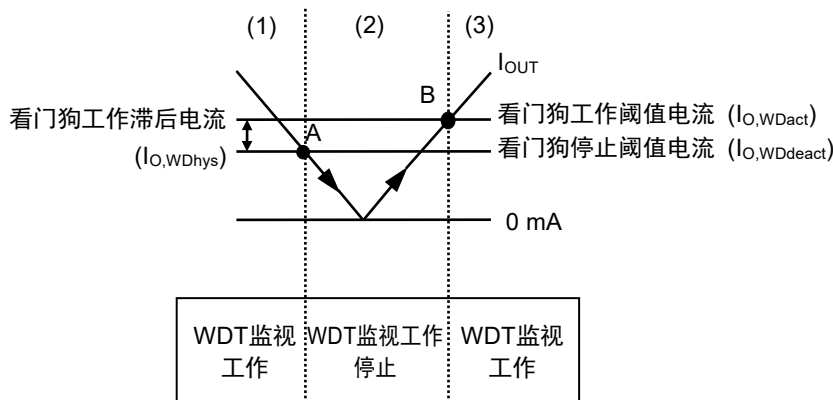

图41 自律看门狗工作功能
- (1) 稳压器的 I_{OUT} 大于或等于看门狗工作阈值电流 ($I_{O,Wdact}$)，并且WADJ端子电压 (V_{WADJ}) 高于基准电压 (V_{ref}) 时，比较器 (C1) 的输出变为 "H"。此时，看门狗定时器进行监视工作。
- (2) 当 I_{OUT} 降低到小于或等于看门狗停止阈值电流 ($I_{O,Wddeact}$) (图41的A点) 时， V_{WADJ} 也降低到小于或等于 V_{ref} ，C1的输出变为 "L"。此时，看门狗定时器停止监视工作。即使 I_{OUT} 上升，在未达到 $I_{O,Wdact}$ 时，看门狗定时器保持停止监视工作的状态。
- (3) I_{OUT} 再继续上升，达到大于或等于 $I_{O,Wdact}$ (图41的B点) 时， V_{WADJ} 也上升到大于或等于 V_{ref} ，C1的输出变为 "H"，看门狗定时器开始监视工作。